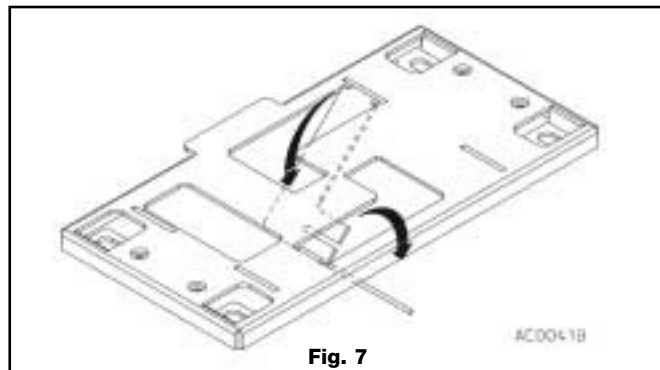

Fig. 7
- Plier à 90° vers le bas les deux pattes de scellement de la plaque d'ancrage (fig. 7) et boucher les trous filetés pour éviter qu'ils se remplissent de déchets.